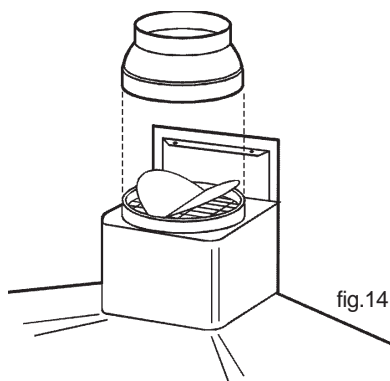

fig.14
6. Positionnez la bride de raccord sur la buse (fig.14).